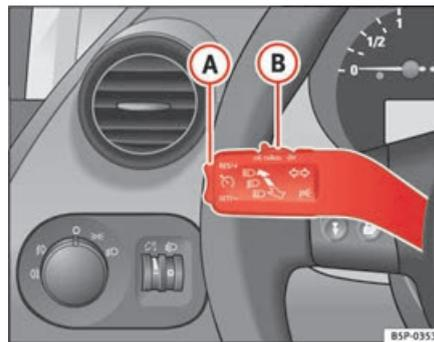

Fig. 147 Levier des clignotants et de l'inverseur-codes : contacteur et touche à bascule pour le régulateur de vitesse
- Déplacez la commande ⇒ fig. 147 **B** vers la gauche pour la régler sur **ON**.